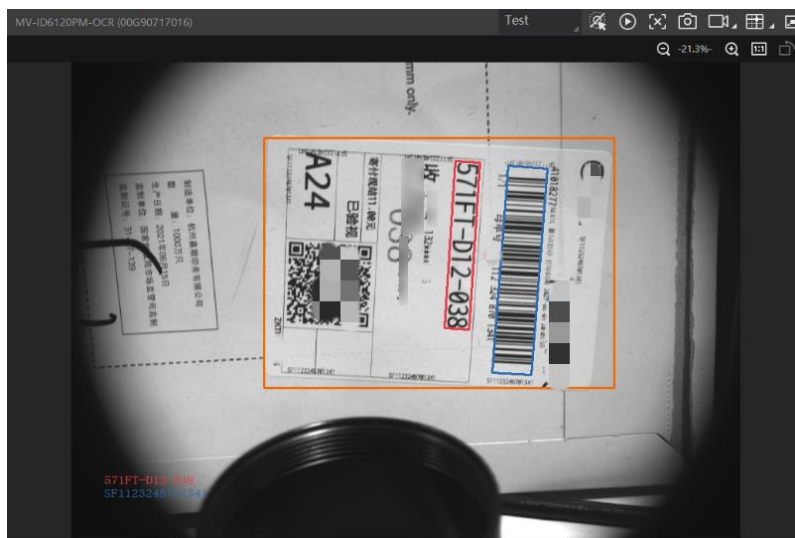

图4-63 OCR 字符识别结果
- OCR Enable：字符识别使能。启用该参数，可对快递面单中的三段码进行识别，如图 4-63 所示。